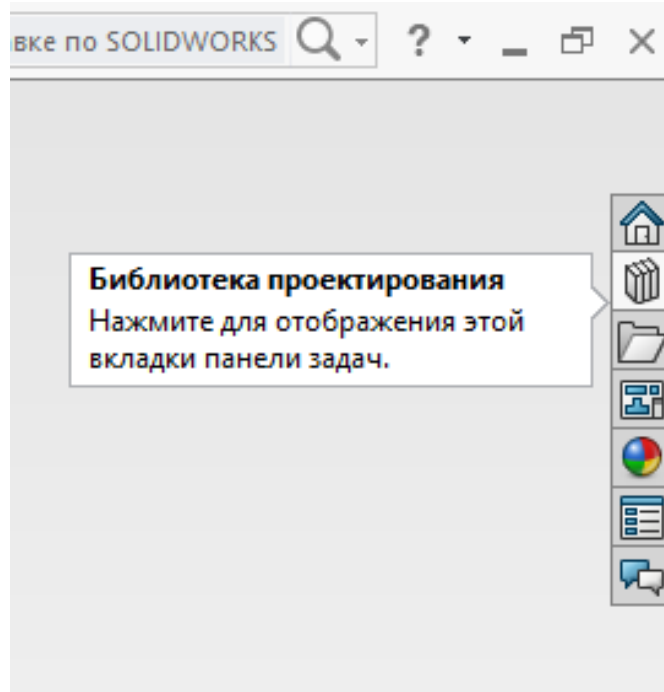

Рисунок 1 – открытие библиотеки проектирования
1. Открыть библиотеку проектирования в правой части окна SolidWorks (рис. 1).